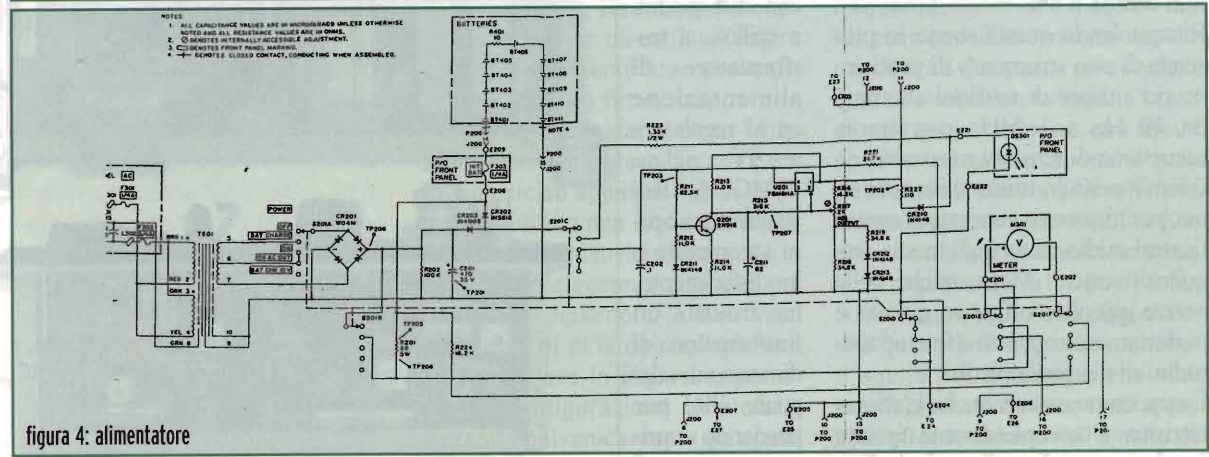

figura 4: alimentatore
Per ultimo, l'alimentatore fornisce il +9.000 Vcc o da rete 47-427 Hz 115V o da batteria interna ricaricabile (11 elementi da 1.2V - il funzionamento va da 11 a 13.2V) **figura 4**. Prima di proseguire è opportuno ricordare che per i segnali sinusoidali il valore medio (AVG), il valore efficace (RMS), il valore di picco (P), il valore picco-picco (P-P) sono correlati come dalla **tabella 1**, mentre il fattore di cresta è uguale al rapporto tra valore di picco e valore efficace. Il particolare tipo di rivelatore di questo apparato, con tutta la circuiteria che precede e segue, rendono la risposta molto più precisa che nei voltmetri a valore di picco o valor medio meno sofisticati di questo. Infatti questi danno risultati corretti se il segnale è sinusoidale puro, ma danno valori più alti se il fattore di cresta del segnale è minore di 1.4 e più bassi se maggiore di 1.4 (rammentando che il fattore di cresta di un segnale sinusoidale vale 1.414 come da specchio); nel primo caso avremmo una pseudo mezza senoide grassottella e bassotta, nell'altro caso una asciutta e slanciata in funzione della fondamentale, delle armoniche e della loro correlazione di fase. Il nostro rivelatore quasi - RMS supera brillantemente queste caratteristiche quasi umane consentendo accurate misure con fattori di cresta compresi tra 1 e 2.25 e con distorsione armonica totale del 10% purchè ogni singola armonica non ecceda il 5%.